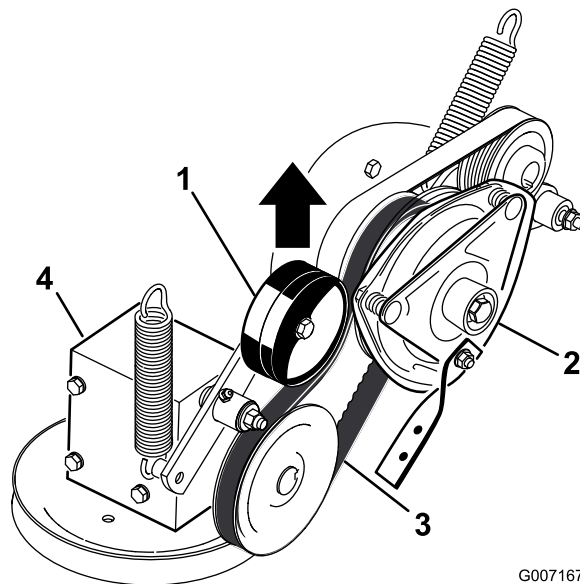

Bild 54
5. Ziehen Sie an der gefederten Spannscheibe für den Zapfwellentreibriemen und nehmen Sie den Riemen von der Kupplungsscheibe ab (Bild 54).
17. Ziehen Sie an der gefederten Spannscheibe für den Zapfwellentreibriemen und befestigen Sie diese an der Kupplungsscheibe (Bild 54).